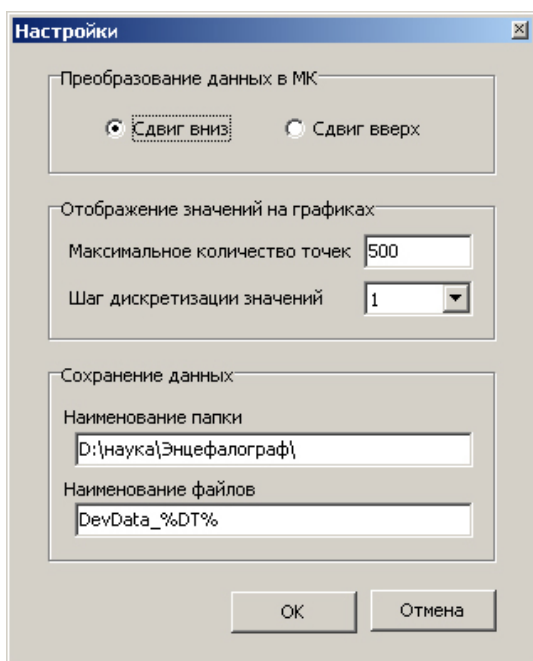

Рис. 17. Окно настройки отображения и сохранения данных
4. При необходимости изменить путь к папке сохранения данных и правила формирования имени файла (см. рис. 17).